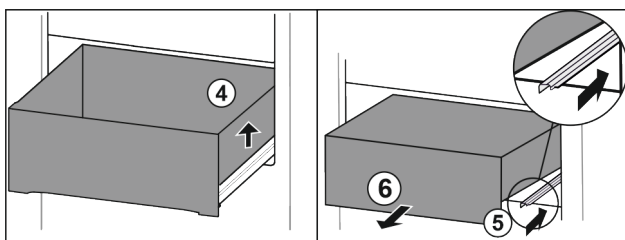

Fig. 78
- ▶ Unieść szufladę po prawej. Fig. 78 (4)
- ▶ Wsunąć prawą szynę. Fig. 78 (5)
- ▶ Wyjąć szufladę do przodu. Fig. 78 (6)